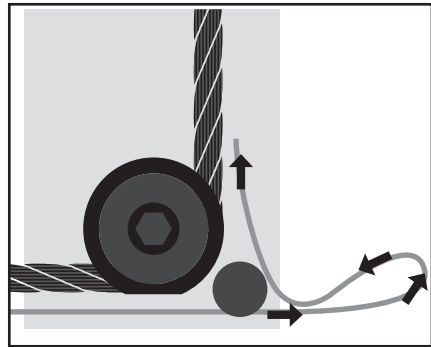

Fig. 9
3. Steek staaikabel terug het gat in en geleid over de geleidingsrol (Fig. 9).